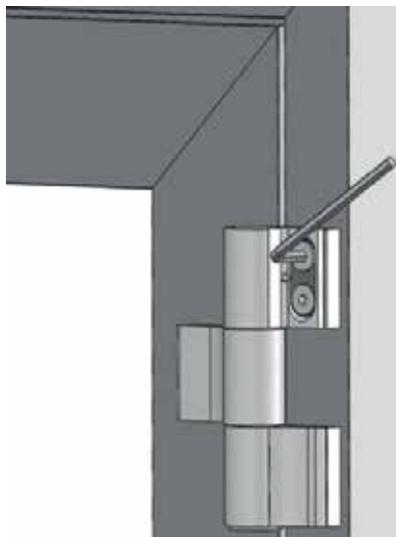

Рис. 22
14.1 Установить верхние рамные полупетли и затянуть анкера имбусовым ключом 6 мм (Рис. 22).